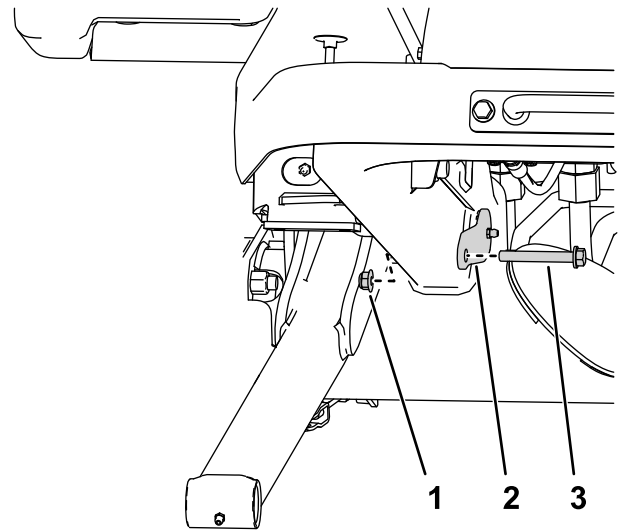

図 11
- ボルトとナットで、図 11のように、大きいピンを昇降アームに固定する。